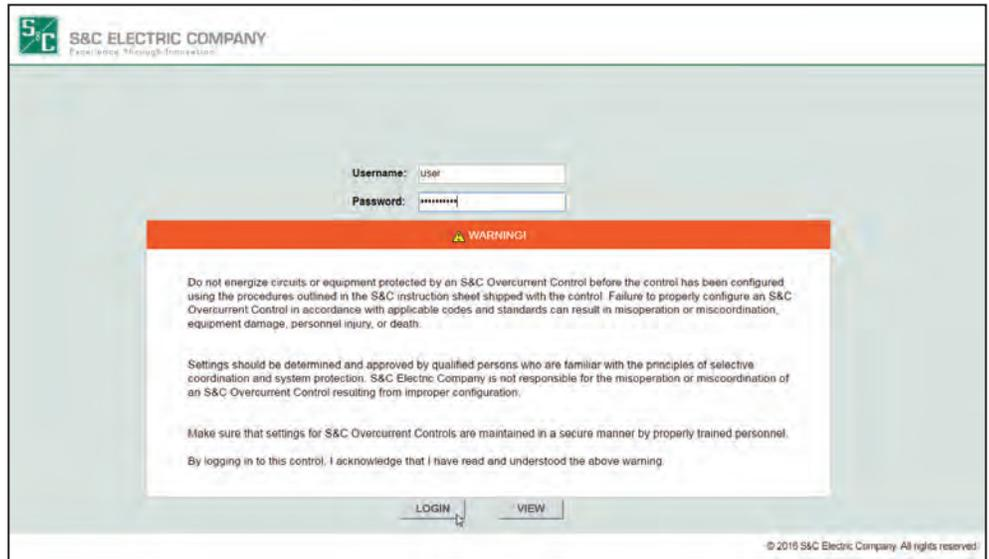

Figura 19. Ingrese nombre de usuario y contraseña.
PASO 1. En la Pantalla de *Login* (Inicio de Sesión), ingrese el nombre de usuario y contraseña. Vea la Figura 19.